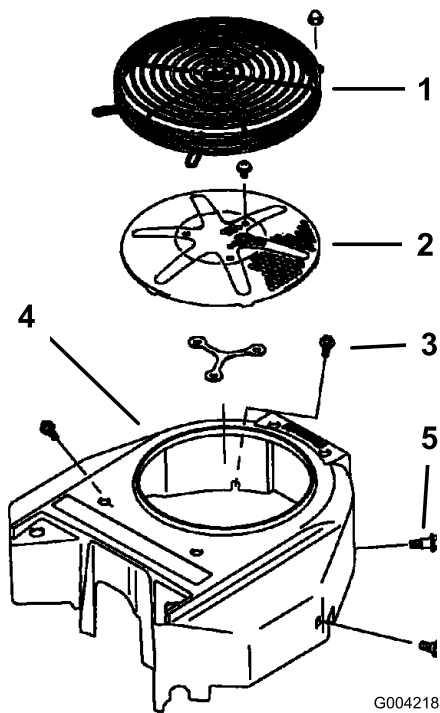

Bild 73
Entfernen Sie Schnittgut, Schmutz und andere Fremdkörper vor jedem Einsatz der Maschine vom Luftansauggitter des Motors. So gewährleisten Sie eine ausreichende Kühlung sowie die korrekte Motordrehzahl und reduzieren die Gefahr einer Überhitzung und mechanischer Motorschäden (Bild 73).
3. Entfernen Sie das Luftansauggitter, den Rücklaufstarter und das Lüftergehäuse (Bild 73).
5. Montieren Sie das Luftansauggitter, den Rücklaufstarter und das Lüftergehäuse (Bild 73).